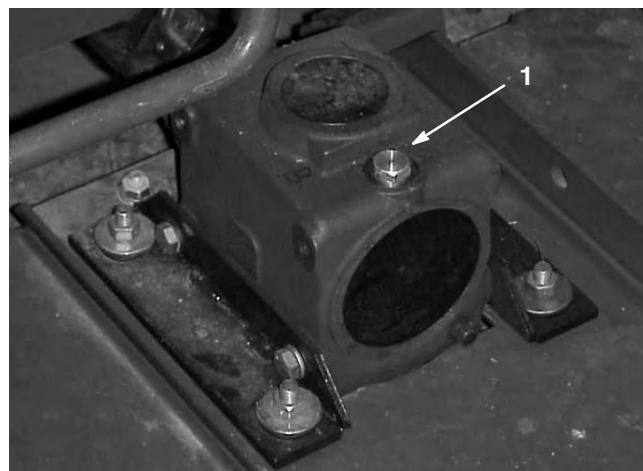

Bild 16
2. Nehmen Sie den Peilstab bzw. die Füllschraube oben vom Getriebe ab (Bild 16) und stellen Sie sicher, dass der Schmiermittelstand zwischen den Marken am Peilstab liegt. Wenn der Schmiermittelstand niedrig ist, füllen Sie Schmiermittel ein, bis der Stand zwischen den Marken liegt.